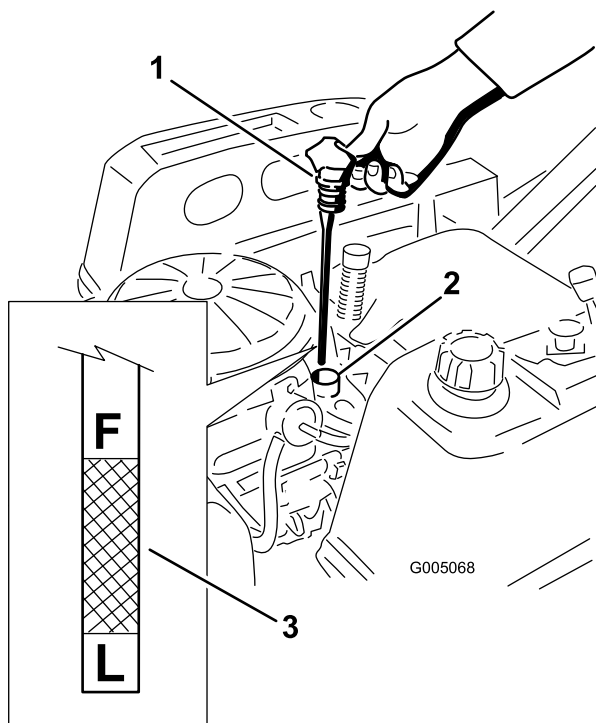

Bild 25
4. Ziehen Sie den Fülldeckel bzw. den Peilstab heraus und wischen Sie das Öl ab. Setzen Sie den Peilstab wieder ein und drücken Sie ihn richtig rein (Bild 25).
5. Nehmen Sie den Peilstab heraus und prüfen Sie den Ölstand (Bild 25).
6. Nehmen Sie die Ablassschraube ab (Bild 26). Nehmen Sie den Öleinfüllstutzen/Peilstab ab (Bild 25).
13. Gießen Sie ca. 80 % der angegebenen Ölmenge langsam in den Einfüllstutzen (Bild 25).
14. Stecken Sie den Ölfülldeckel und Peilstab wieder fest ein (Bild 25).
15. Prüfen Sie den Ölstand (Bild 25); siehe „Prüfen des Ölstands“.
17. Stecken Sie den Ölfülldeckel und Peilstab wieder fest ein (Bild 25).